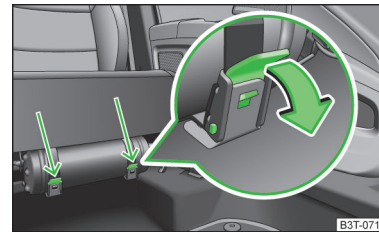

Abb. 177
- Die beiden Gurte lösen, indem an den jeweiligen Sicherungen in Pfeilrichtung gezogen wird » Abb. 177.